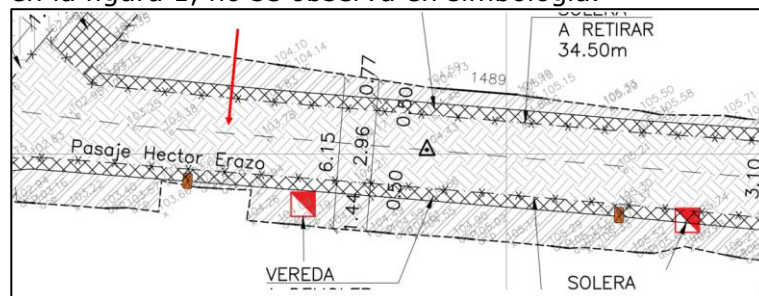

Figura 1
25. El hatch indicado en la figura 1, no se observa en simbología.